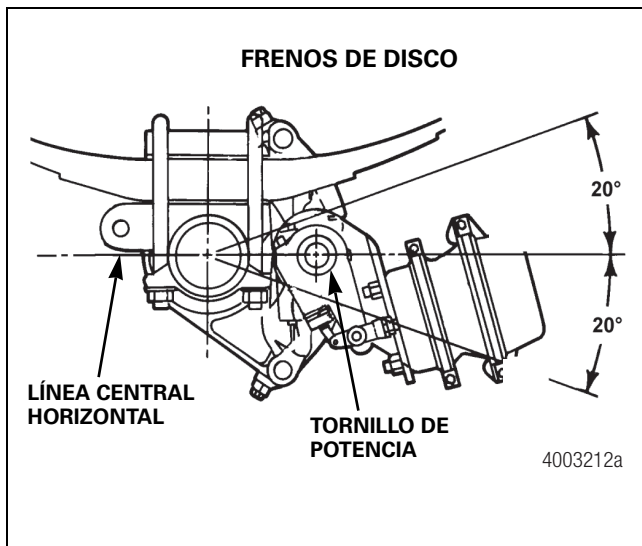

Figura 6.10
- **Frenos de discos:** La línea central del tornillo de potencia debe estar ubicada dentro de los 20 grados de la línea central horizontal del eje. Figura 6.10.